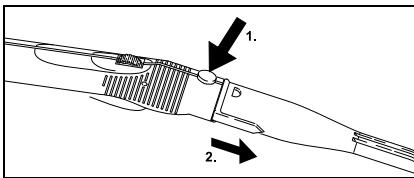

Fig. 9
- Pentru detașarea accesoriilor, apăsați butonul de dezavorâre (C2, respectiv G3) și despărțiți părțile componente (vezi fig. 9).